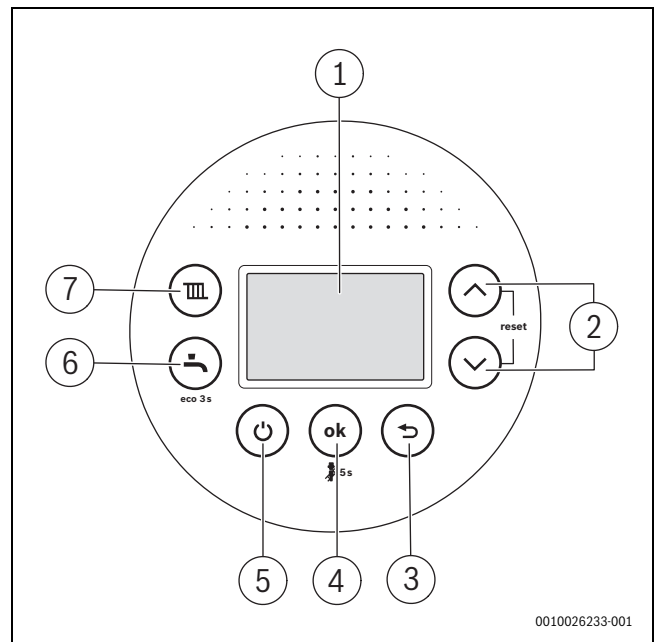

Bild 108 Bedienfeldübersicht
Nach der Inbetriebnahme schaltet die Taste  (→ Bild 108, [5]) gleichzeitig Heizung und Warmwasserbereitung durch das Brennwertgerät ein oder aus, ohne die Spannungsversorgung zu unterbrechen.
- ▶ Im normalen Betrieb das Gerät mit der Taste  (→ Bild 108, [5]) ausschalten.